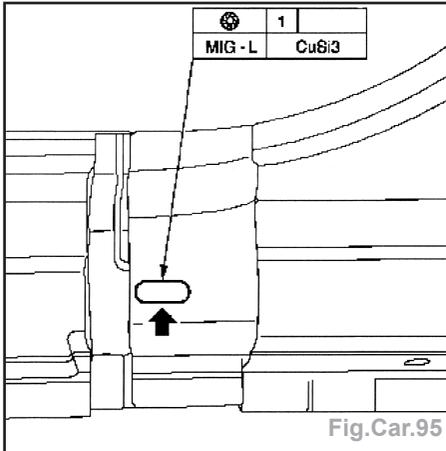

Fig.Car.95
- Agraffer le montant B extérieur dans la zone du renfort montant B (Fig.Car.95).